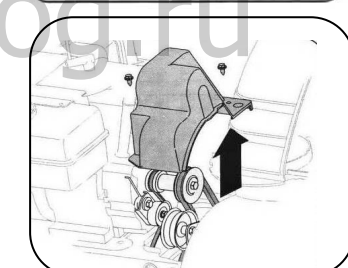

Рис.17
1. Снимите крышку ремня в передней части двигателя, удалив два самореза. См. рис. 17.